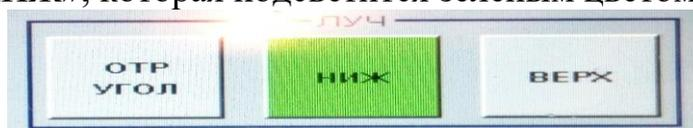

Рис. 5.25. Установка режим луча «нижний луч» на панели МПС 12
5) установить на панели МПС 12 режим луча «нижний луч», для чего нажать кнопку «НИЖ», которая подсветится зеленым цветом (рис. 5.25).
5) установить на панели МПС 12 режим луча «нижний луч», для чего нажать кнопку «НИЖ», которая подсветится зеленым цветом (см. рис. 5.25).
7) установить на панели МПС 12 режим луча «нижний луч», для чего нажать кнопку «НИЖ» или «ОТР. УГОЛ», которая подсветится зеленым цветом (см. рис. 5.25).